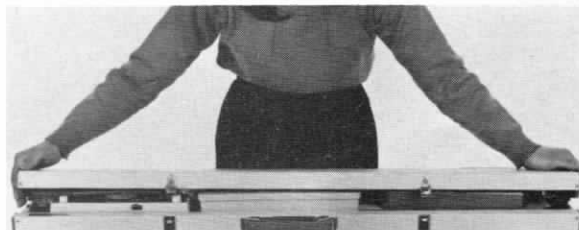

Fig. 6
2. Retirar la tapa, levantándola hacia afuera (Fig. 6).